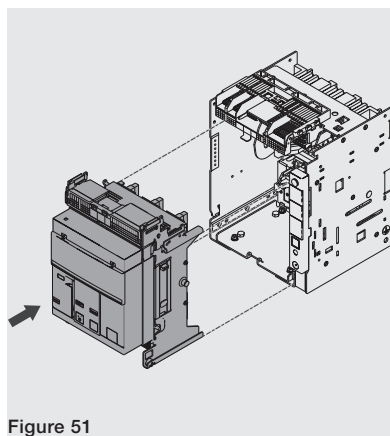
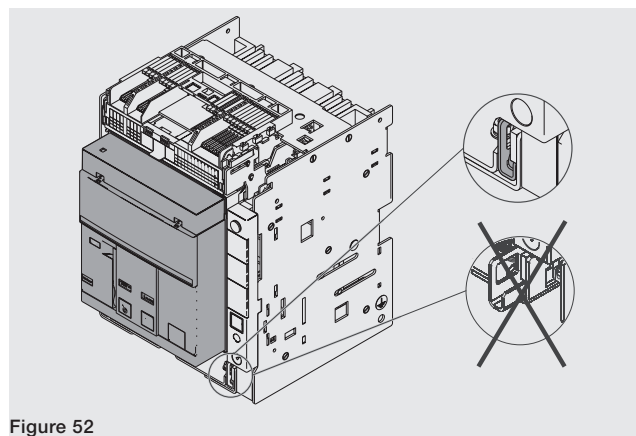

Figure 51
Figure 52
3. Placer la partie mobile dans la partie fixe et la pousser jusqu'à ce qu'elle arrive en butée. Voir Figure 51 et Figure 52.